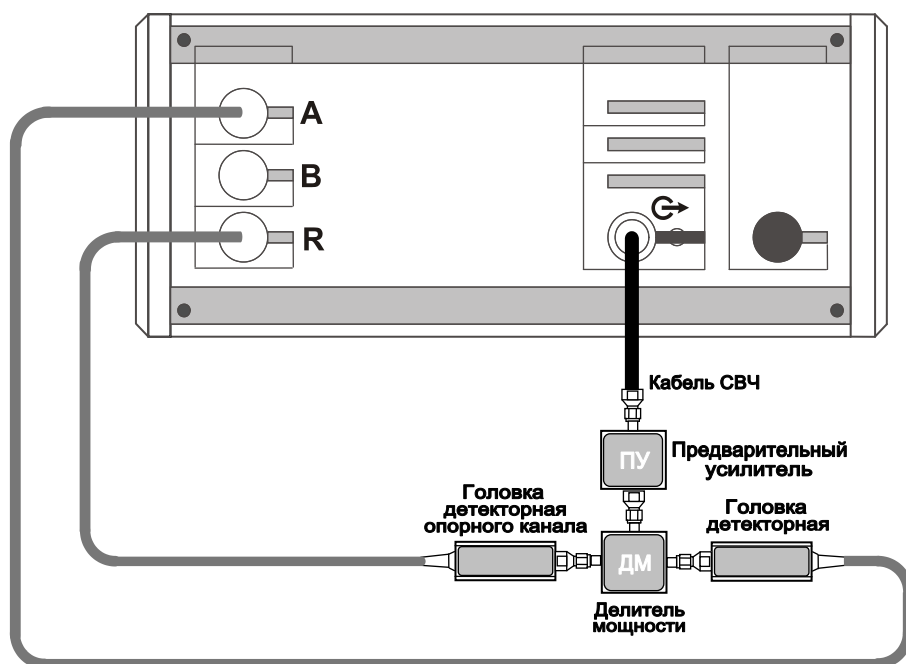

Рисунок 4.28 – Схема калибровки для динамических измерений с опорным каналом
- г) собрать схему калибровки, согласно рис. 4.28;